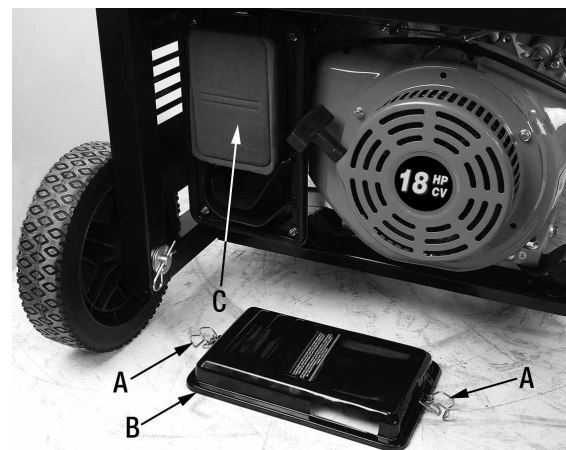

Figure 7
- 1) Déverrouillez les attaches du haut et du bas (A) Fig.7 vers l'arrière et retirez le couvercle du filtre à air (B).
- 2) Retirez le filtre (C), nettoyez-le avec de la kérosène, essorez la kérosène, trempez le filtre dans de l'huile à moteur et essorez-le de nouveau.